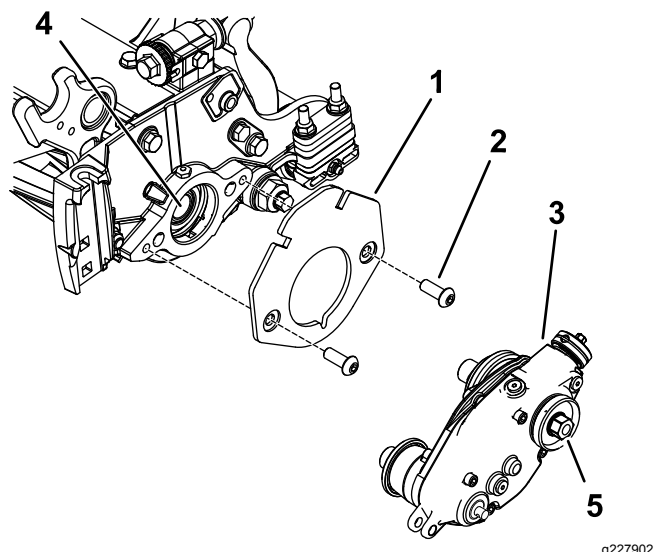

Figura 8
3. Instale o suporte do peso no cilindro com dois parafusos de cabeça sextavada, de cabeça de tremço (3/8 pol. x 3/4 pol.), como se mostra na Figura 8.
4. Aplique fixador de rosca amovível de resistência média (como, por exemplo, Loctite® 243) nas rosca do eixo do cilindro interno (Figura 8).
5. Instale a caixa de transmissão do rastelo no eixo do cilindro (Figura 8) utilizando a cabeça sextavada na caixa da transmissão do rastelo.